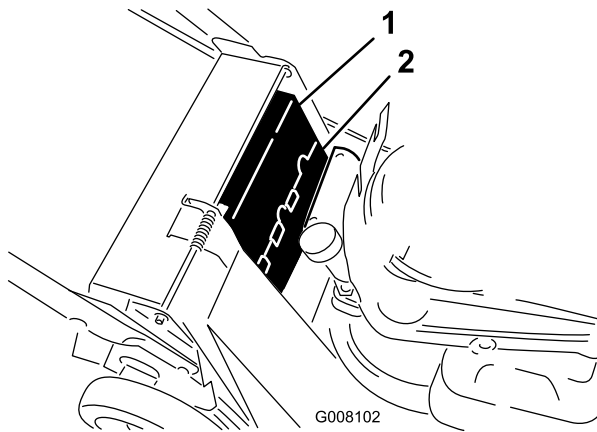

Bild 29
6. Nehmen Sie die oberen und unteren Riemenabdeckungen ab (Bild 29).